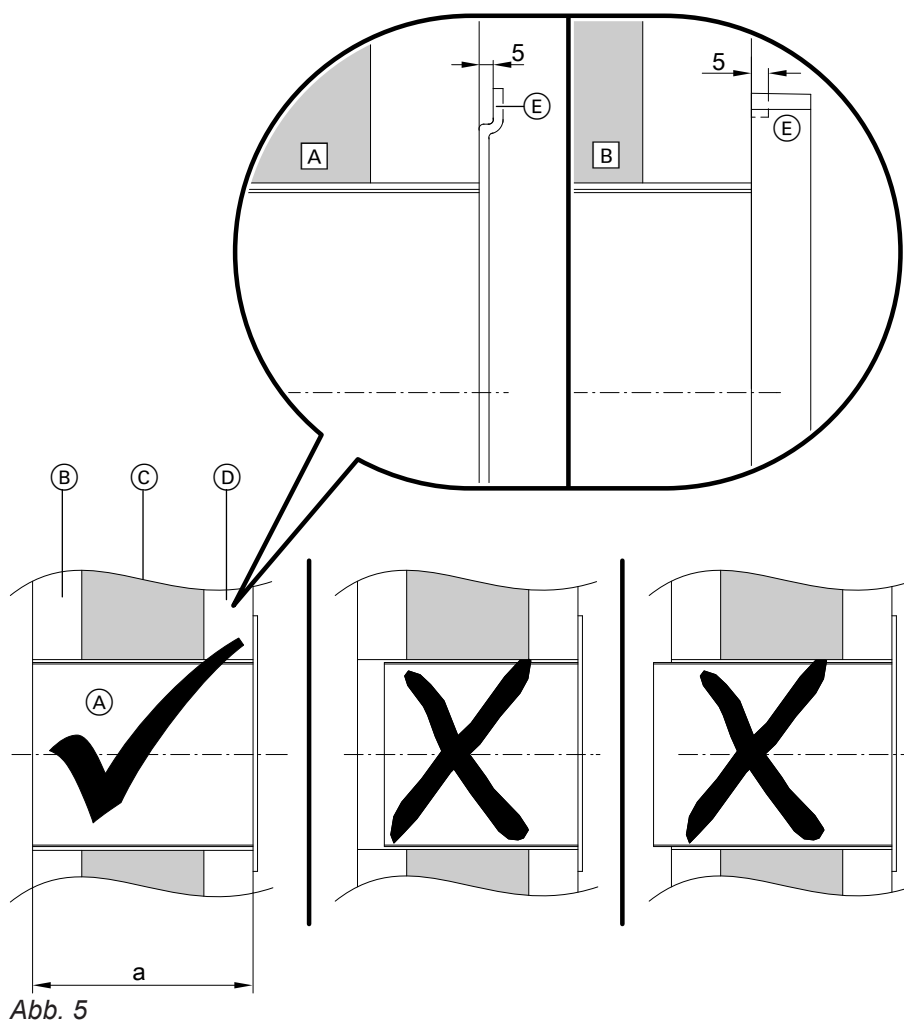

Abb. 5
Länge der Wandhülse gemäß Abb. 5 auf Seite 12 bestimmen.
3. Wandhülse gemäß Abb. 5 auf Seite 12 herausziehen und positionieren.